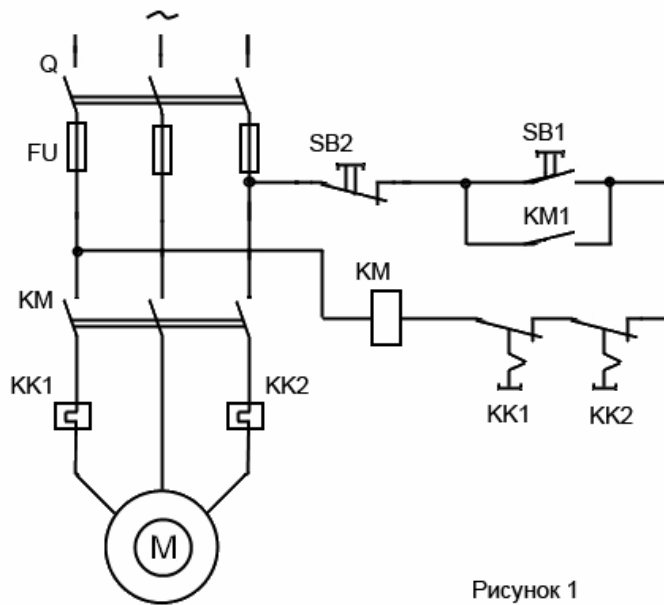

Рисунок 1
30. Каково назначение резисторов r_{π} и r_d (см. рис.1)?